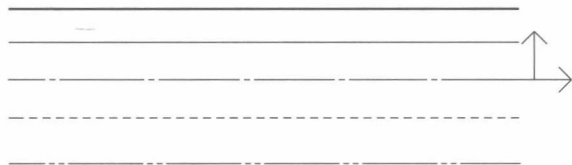
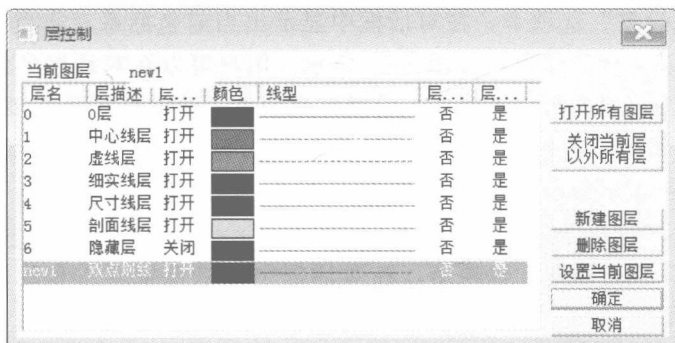

图 1-7 常用线型
图 1-11 “层控制”对话框
众所周知，一幅机械工程图样包含各种各样的信息，有确定图形形状的几何信息，也有表示线型、颜色等属性的非几何信息，还有各种尺寸和符号。这么多的内容集中在一张图样上，必然给设计绘图工作造成很大的负担。如果能把相关的信息集中在一起，或把某个零件、组件集中在一起单独绘制或编辑，当需要时又能够组合或单独提取，将使绘图设计工作进一步简化。图 1-7 所示为设置常用的粗实线、细画线、点画线、虚线、双点画线，为绘制工程图样所用。
① 单击“属性”工具栏中的“层控制”按钮，弹出“层控制”对话框，如图 1-11 所示。在“层控制”对话框列表框中，用鼠标左键单击中心线图层后，再单击右侧的“设置当前图层”按钮，设置完成后单击“确定”按钮可结束操作。
② 单击“绘图工具”工具栏中“直线”按钮。单击立即菜单，在选项菜单中单击“两点线”。按立即菜单的条件和提示要求，用鼠标拾取两点，则一条直线被绘制出来。用鼠标右键终止此命令。
③ 同样在“层控制”对话框列表框中，用鼠标左键分别单击 0 层、细实线、点画线、虚线、双点画线图层后，绘制粗实线、细实线、点画线、虚线、双点画线，结果如图 1-7 所示。
① 单击“格式”子菜单中的“层控制”选项或“属性”工具栏中的“层控制”按钮，弹出“层控制”对话框，如图 1-11 所示。
② 单击“新建图层”按钮，这时在图层列表框的最下边一行可以看到新建图层。